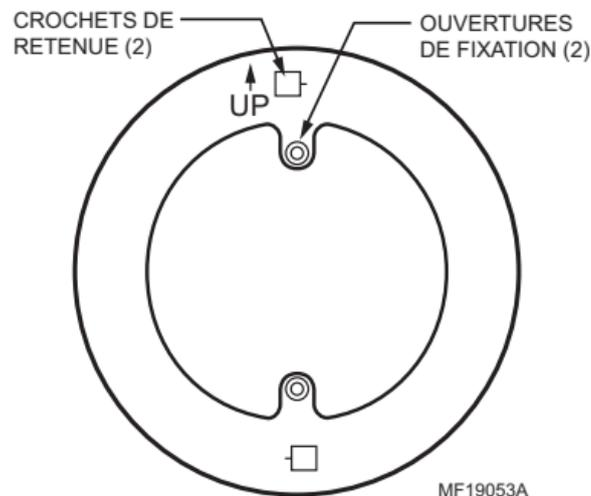

Fig. 4. Installation de la plaque de montage.
4. Fixer la plaque de montage à la surface à l'aide des vis et des chevilles fournies de façon à ce que la plaque tienne bien en place. Voir la Fig. 4.